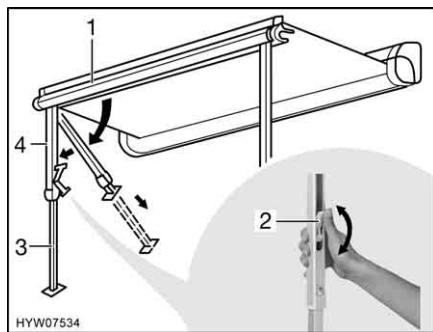

Fig. 20 Installazione dei montanti di supporto
- Rimuovere i montanti di supporto (Fig. 20,4) dal listello anteriore (Fig. 20,1) esercitando una leggera pressione verso l'esterno, quindi ribaltarli e collorci.
- Aprire il bloccaggio sui montanti di supporto. A tal fine ripiegare la leva di serraggio (Fig. 20,2) verso l'alto.
- Estrarre la parte inferiore dei montanti di supporto (Fig. 20,3) fino alla lunghezza desiderata.
- Chiudere il bloccaggio presente sui montanti di supporto. A tale scopo, spingere la leva di serraggio (Fig. 20,2) verso l'alto.